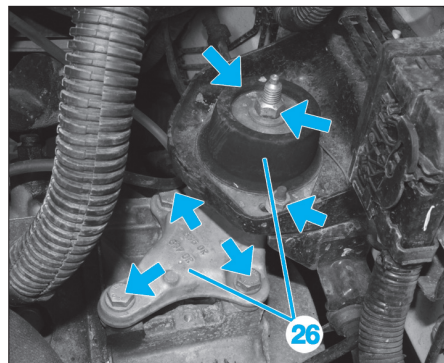

Fig. 90
- l'ensemble support moteur gauche (26) (Fig.90),